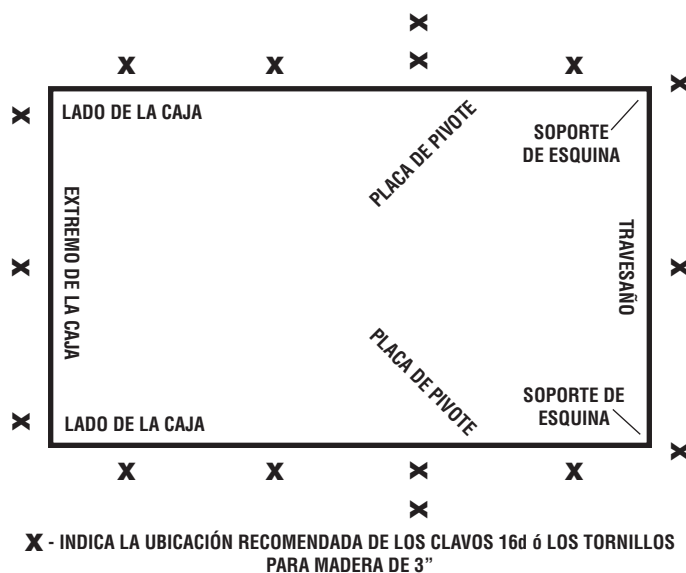

FIGURA 3
- B. Sujete con clavos los lados (jambas) del marco de la escalera al marco de la abertura preliminar, utilizando clavos 16d ó tornillos para madera de 3". Se suministran orificios en las placas de pivote y los soportes de bisagra tipo piano. Además, clave a través de las tablas de extremo en los travesaños de la abertura preliminar. Finalice la instalación permanente utilizando clavos 16d o tornillos para madera de 3" para asegurar el marco de la escalera en todos los cuatro lados de la abertura preliminar según el diagrama de la FIGURA 3. Utilice al menos 3 clavos/tornillos espaciados uniformemente en cada extremo de la caja y al menos 5 clavos/tornillos espaciados uniformemente en cada lado de la caja. Remueva los clavos 8d y las tablillas utilizadas para el soporte temporal.